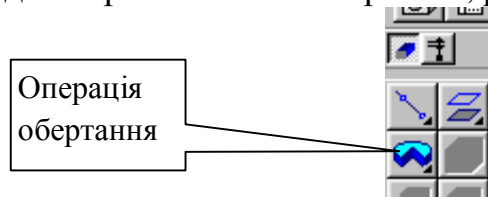
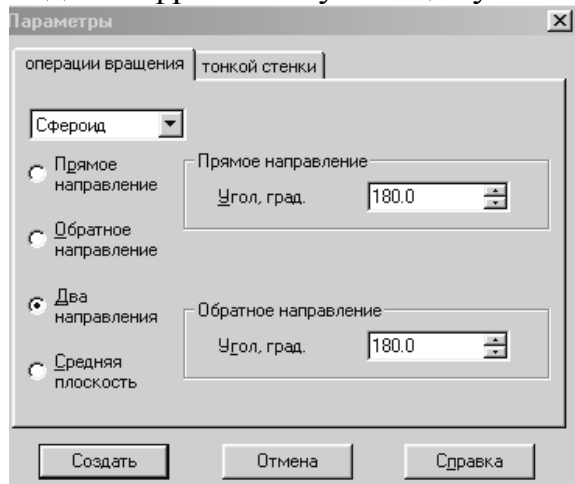

Рис. 75.
Рис. 76.
10. Активізуйте команду *Операція обертання*, рис. 75 і встановіть параметри, показані на рис. 76. Відмовтеся від задання тонкої стінки.